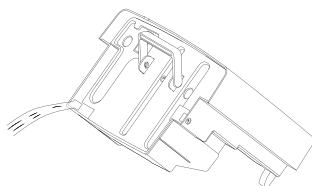

Abb. 2
- ♦ Gießen Sie das Wasser durch die Öffnung des Deckels aus (siehe Abbildung 2) und setzen Sie den Wassertank **3** wieder in das Gerät ein. Das Gerät setzt den Betrieb mit dem zuvor gewählten Programm fort.